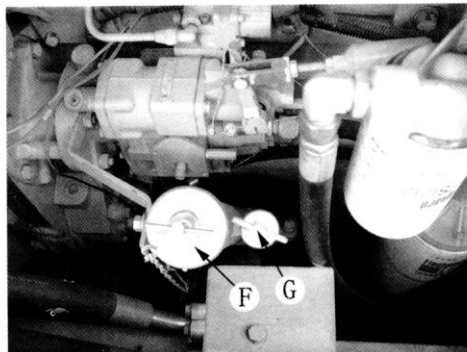

Рис. 4-14.
- б) Открутите сливную пробку (1) и откройте спускной клапан (2). После слива масла заверните сливную пробку (1) и спускной клапан (2).
- д) После замены фильтра залейте в двигатель масло через горловину (F) (Рис. 4-14). Затем на некоторое время запустите двигатель на холостых оборотах и перепроверьте уровень масла.